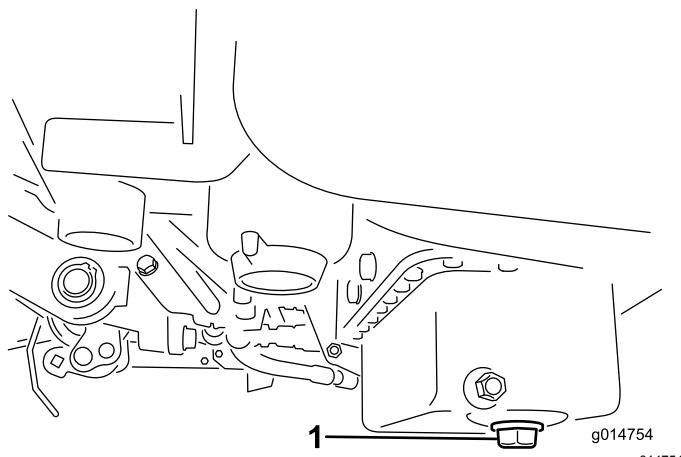

Figure 40
- Retirez le bouchon de vidange et laissez couler l'huile dans un bac de vidange. Remettez le bouchon quand la vidange est terminée (Figure 40).